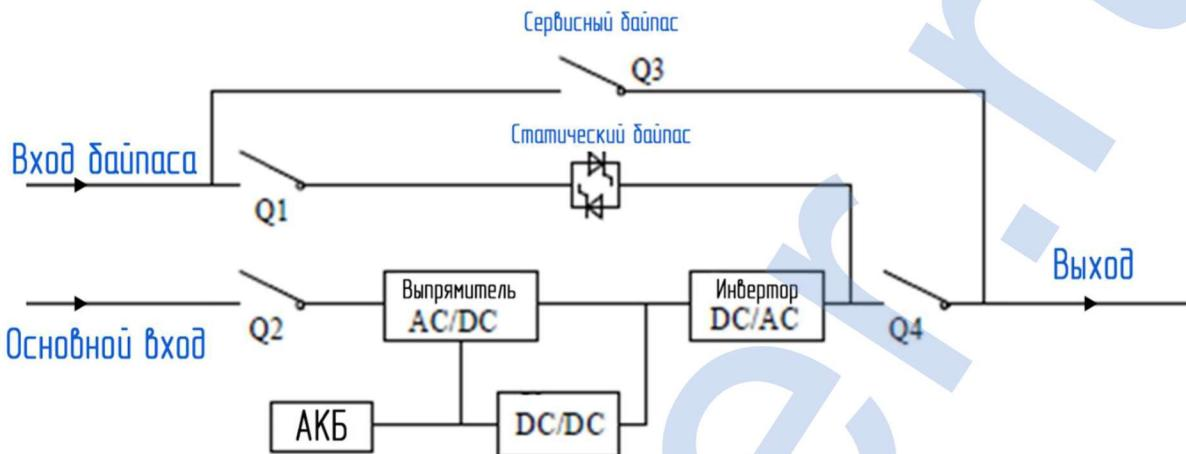

Рис. 5-1. Функциональная схема ИБП.
1. Поочередно включите выходной выключатель нагрузки (Q4, рис.5-1), входной выключатель (Q1) и входной выключатель байпаса (Q2) (если он есть), после чего система начинает инициализацию.